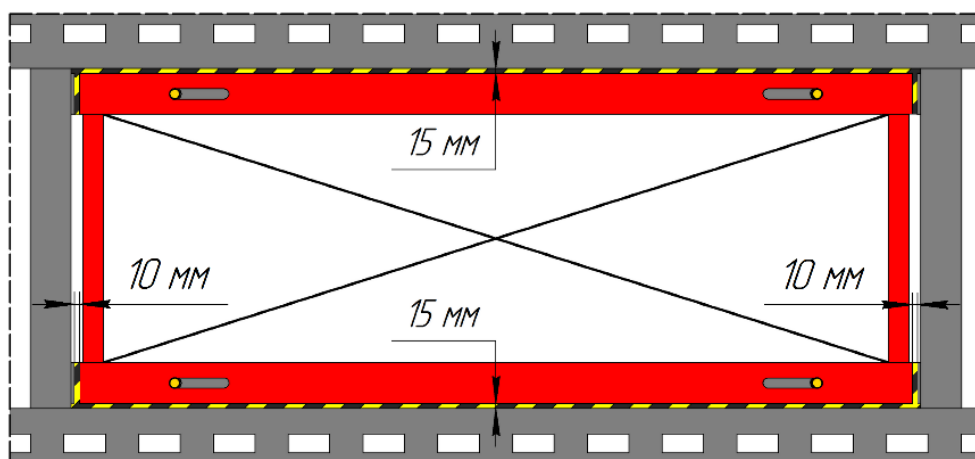

Рисунок 42
- проверьте зазор между сторонами верхней рамы ножничного подъёмника и внутренней частью платформы (продольный – 15 мм, поперечный – 10 мм) (рисунок 42):